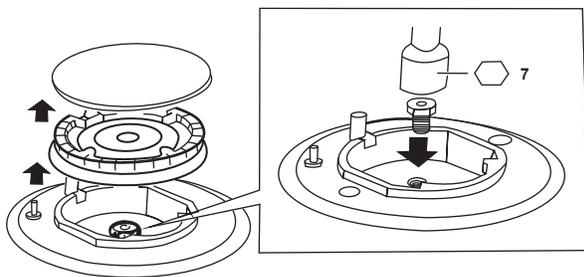

fig. 7
A) Cambio de Inyectores (fig. 7):